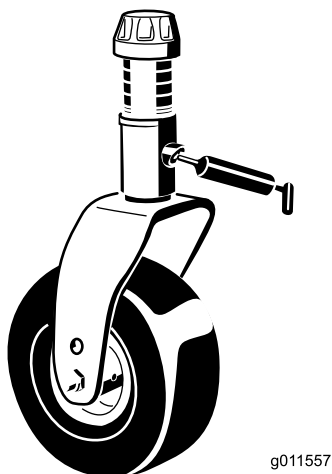

Figure 20
- Bagues d'axe de fourche de roue pivotante (2) (Figure 20)